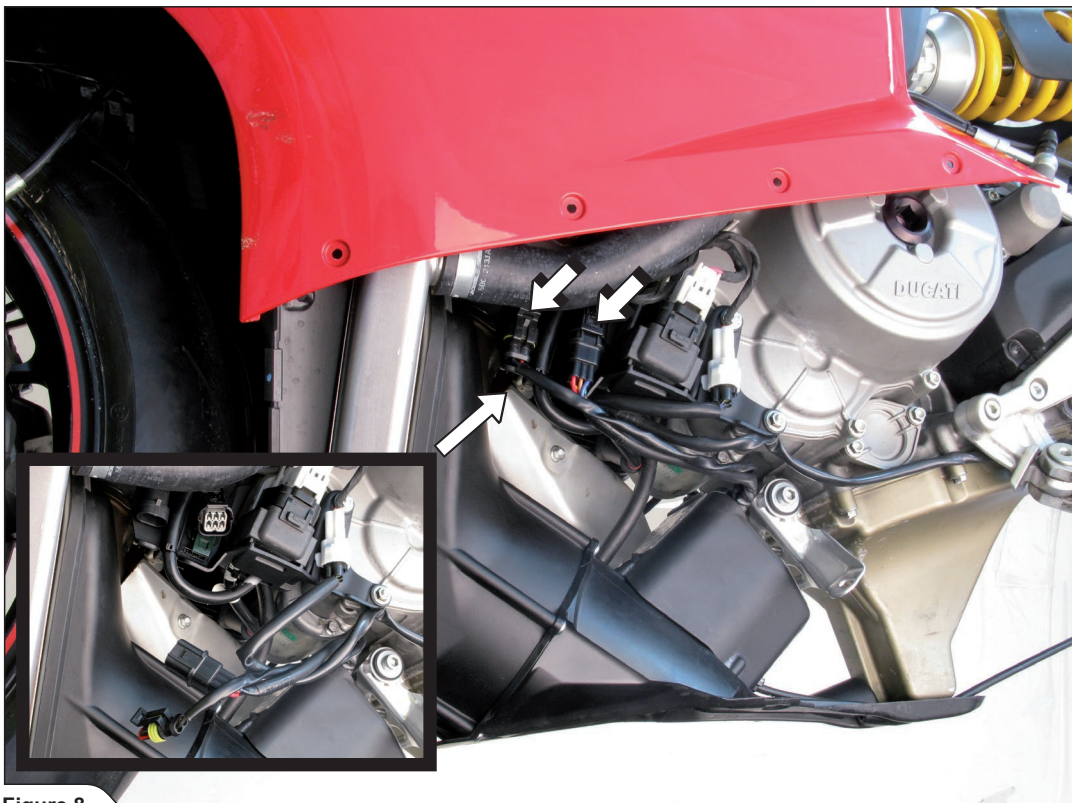

Figure 8
5. Débrancher les connecteurs indiqués (Figure 8).
5. Die angegebenen Verbinder trennen (Figure 8).